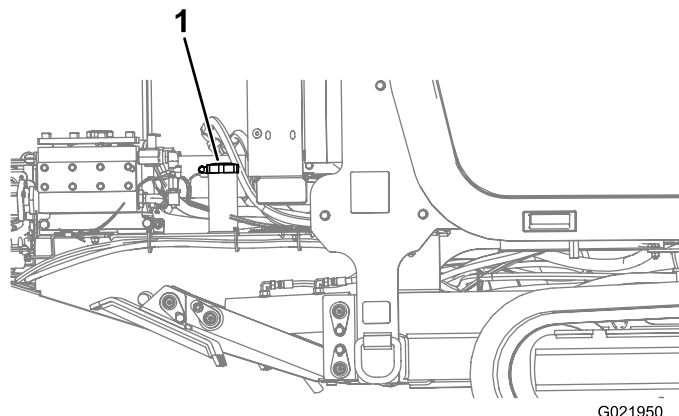

Рисунок 69
- Снимите крышку топливного бака (Рисунок 69).